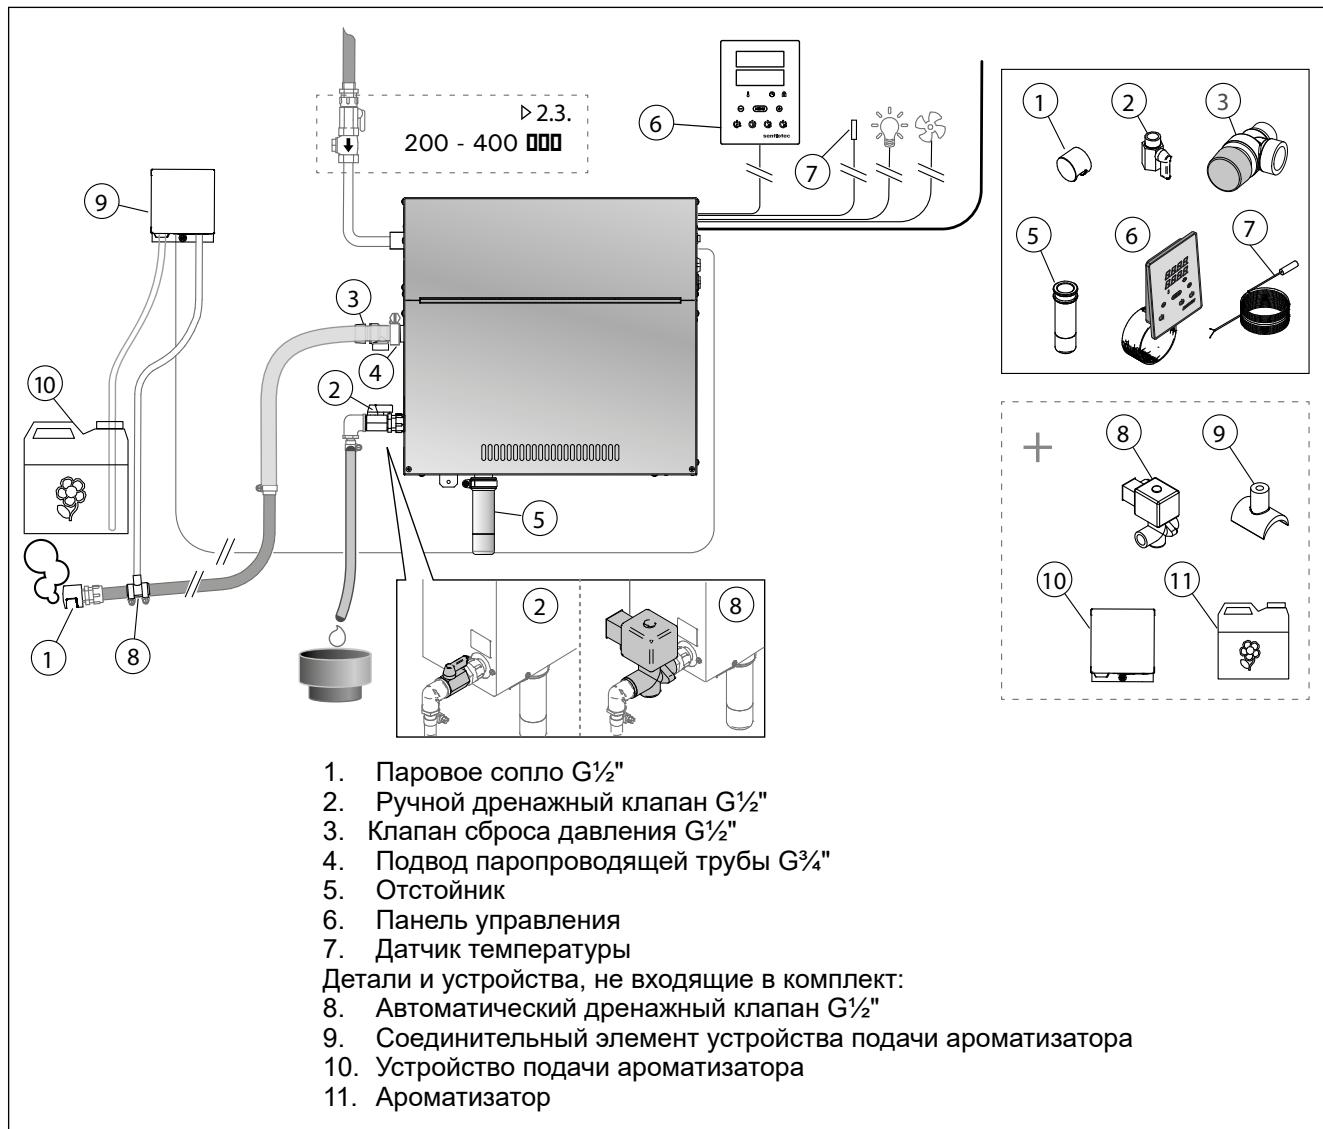

Рис. 5 Установка
См. рисунок 5. Водопроводная труба должна быть оснащена задвижкой и прерывателем вакуума.
**!** Пар должен беспрепятственно выходить из сопел. В случае блокировки паровых сопел и/или каналов пар выходит из предохранительного клапана (рисунок 5).
Устройство подачи ароматизатора предназначено для подачи ароматизатора в паропроводящую трубу. Соединение между подающим трубопроводом и паропроводящей трубой должно располагаться максимально близко к паровому соплу. Такой способ позволит максимально сократить количество возможных отложений ароматизатора в паропроводящей трубе со временем. См. рисунок 5. Схему электрических соединений см. на рисунке 9.